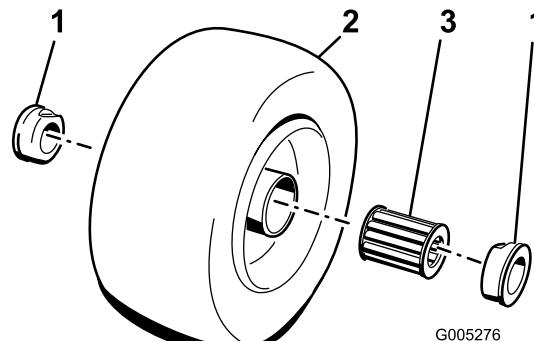

Figure 19
2. Enlevez un des roulements extérieurs du moyeu de la roue et laissez tomber le roulement intérieur (Figure 19). Enlevez le roulement de l'autre côté du moyeu.